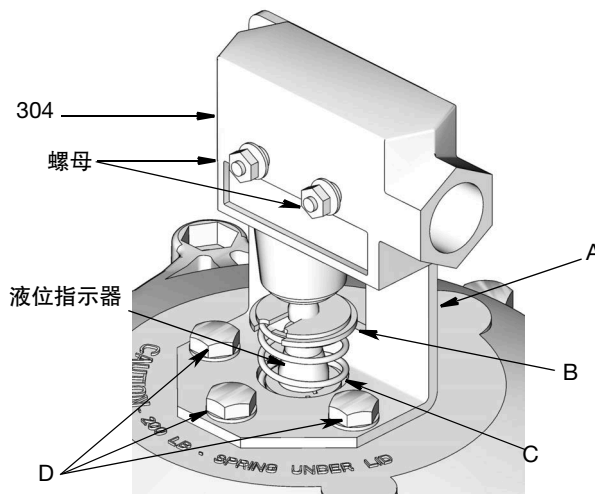

图 12:
有关在以下说明中用到的参考号，请参考图 12。
3. 卸下将低液位开关（304）固定在支架（A）上的螺母（图 12）。
1. 使用三颗螺丝（D）将支架（A）固定在润滑脂储罐盖上（图 12）。
2. 将弹簧（C）（图 12）放在液位指示器的尖端上。
3. 压缩弹簧（C），然后将固定环（B）置于弹簧和液位指示器的尖端之间（图 12）。
4. 用螺母将低液位开关（304）固定在支架（A）上（图 12）。